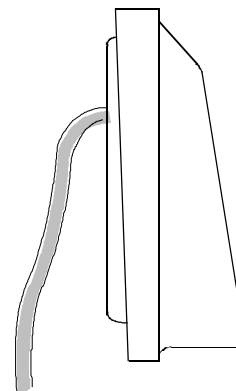

Рис. 4 Установка
- Убедитесь в том, что входные отверстия под кабель в корпусе датчика хорошо уплотнены, и что кабель идет снизу вверх, как показано ниже на рис. 4, это позволит предотвратить попадание дождевой воды в корпус датчика.